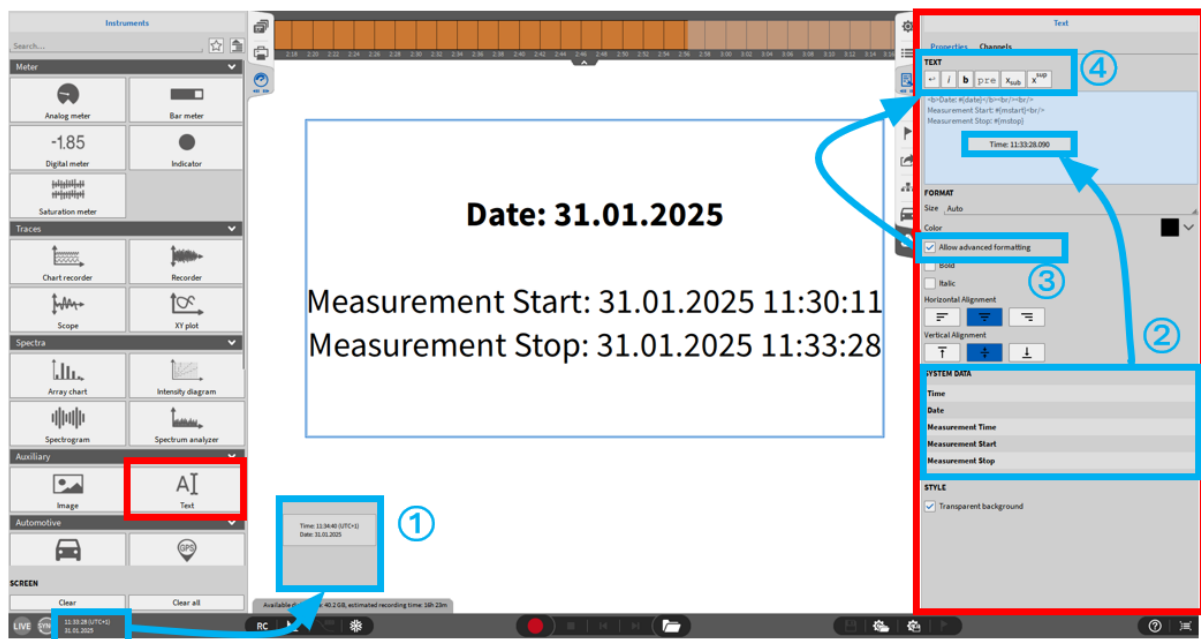

Abb. 8.101: Textinstrument - Übersicht
- Text: geben Sie den gewünschten Text hier ein. Der Text wird automatisch skaliert, um in die Größe der Textbox zu passen. Im Eigenschaftenmenü kann die Farbe, der Stil (**fett** oder *kursiv*) und die horizontale und vertikale Ausrichtung geändert werden. Die erweiterten Textformatierungsoptionen (siehe ④ in Abb. 8.101) zur Formatierung nur bestimmter Wörter oder Zeichen anstelle des gesamten Textes, muss über das Kontrollkästchen (siehe ③ in Abb. 8.101) aktiviert werden.
1. Am Messbildschirm kann direkt die Zeit- und Datumsanzeige via Drag'n'Drop auf den Messbildschirm gezogen werden (siehe ① in Abb. 8.101). Dabei entsteht eine Textbox mit der entsprechenden Anzeige.
2. In den Instrumenteneigenschaften kann die Zeit, Datum oder Messzeit wiederum via Drag'n'Drop in das Textfeld gezogen werden (siehe ② in Abb. 8.101) oder auch durch einen Doppelklick hinzugefügt werden.